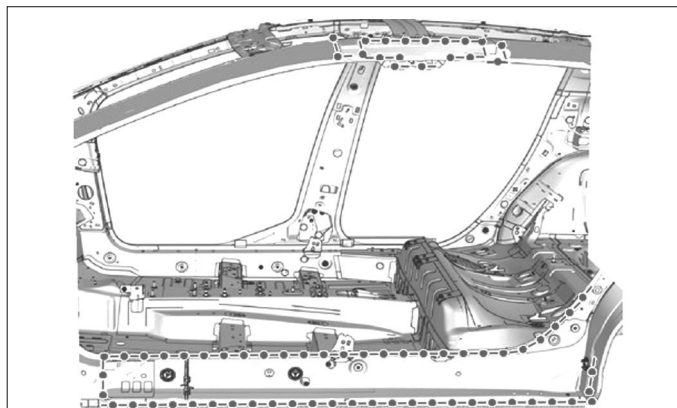

FIG. 83
- Préparer les zones d'accostage des pièces à assembler (Fig.83).